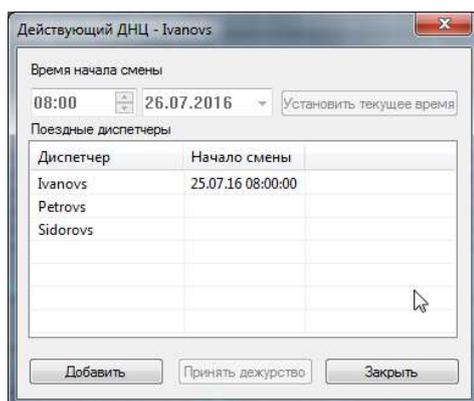
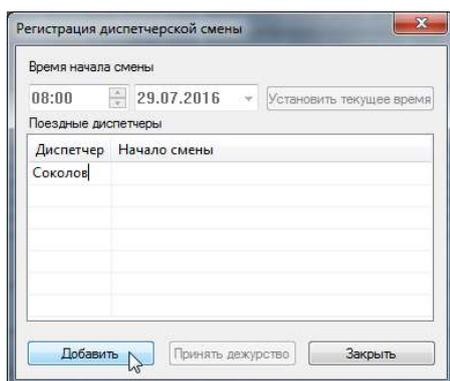

Рис.148. Окно «Действующий ДНЦ»
Рис.149. Добавление фамилии ДНЦ в список.
3. Если ДНЦ уже принимал смену появится окно «Действующий ДНЦ...» (см. рис. 148). При первом запуске заголовок окна имеет название «Регистрация заступающей смены» (см. рис. 149).
5. Если фамилия диспетчера отсутствует в списке ее можно добавить, щелкнув указателем «мыши» на пустой строчке и нажав на кнопку «Добавить» (см. рис. 149). Но для того, чтобы она записалась в постоянный список диспетчеров, ее должен ввести администратор (см. п. 5.12.1).